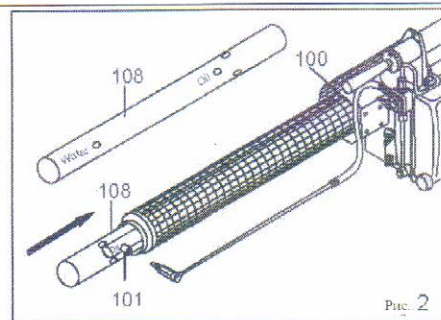

Рис. 2
Во избежание перегрева запускайте распылитель только когда трубка подачи воздуха (108/109) присоединена (рис. 2 и 3) к резонатору.
1. Выдвиньте трубку подачи воздуха (108) из рубашки системы охлаждения (100), выберите подходящее соединение (для водяной или масляной смеси) и вставьте трубку обратно в рубашку системы охлаждения. При этом ось трубки должна совпадать с осью резонатора (101), рис. 2.